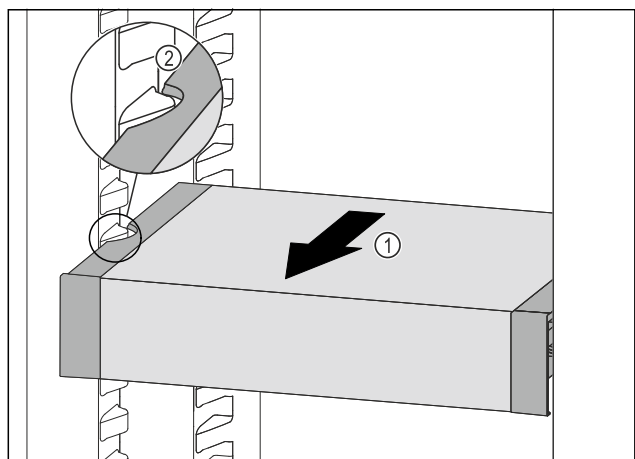

Fig. 84
- ▶ Вытягивайте VarioSafe вперед Fig. 84 (1), пока боковые выемки VarioSafe не окажутся на высоте выступа резервуара в холодильном отделении. Fig. 84 (2)